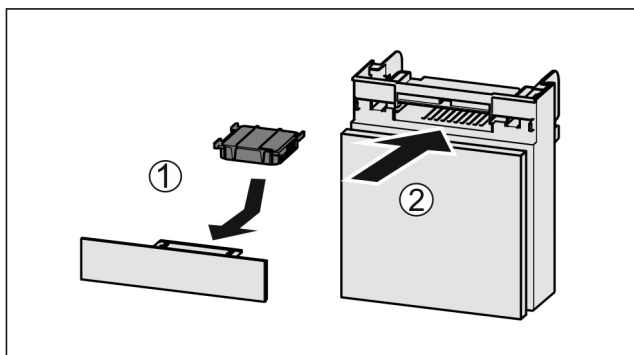

Fig. 158
- Actiefkoolfilter overeenkomstig afbeelding aanbrengen Fig. 158 (1).
- Lade erin schuiven Fig. 158 (2).